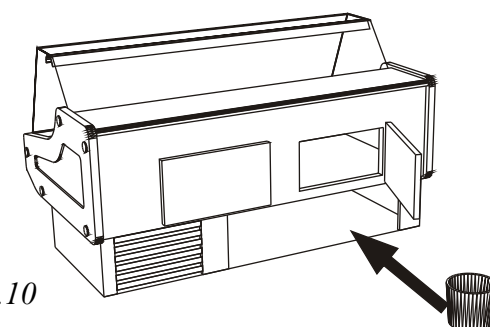

fig.10
5. mettre le bac de dégivrage au-dessous du tuyau d'évacuation (fig.10)